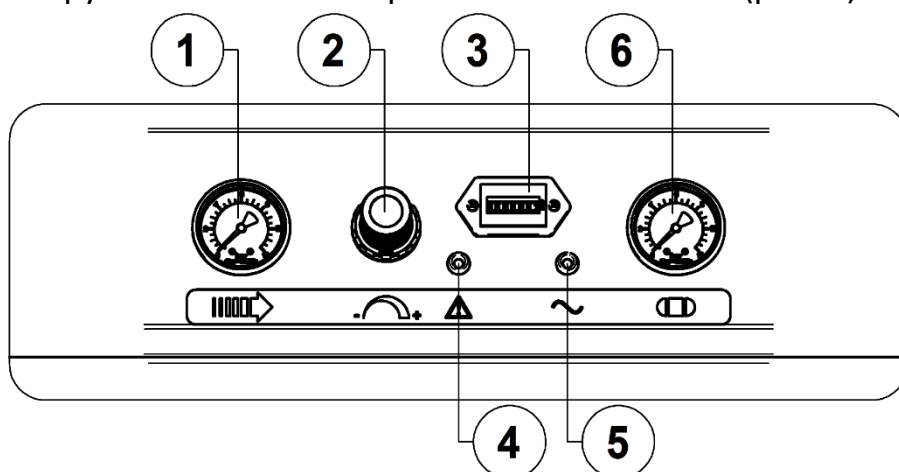
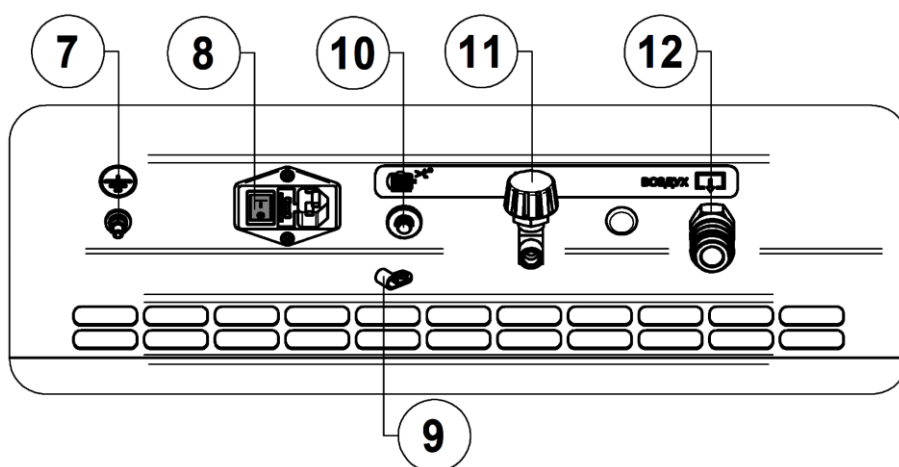

Рисунок 2 - Панель управления
Рисунок 3 - Задняя панель
6.4.1 Для подключения исполнительного устройства компрессор оснащен быстроразъемной муфтой **12** (выход сжатого воздуха) (рис. 3) в задней части корпуса.
6.5.5 Провод заземления подключите к винту заземления **7** (рис. 3) на задней панели компрессора. При наличии заземляющего контакта в электрической розетке, дополнительное заземление не требуется.
Подсоедините вилку питающего кабеля компрессора к электрической сети. Включите компрессор выключателем **8** (рис. 3). на задней панели. Для этого необходимо переключить выключатель в положение "I". Включенное состояние сигнализируется зелёной контрольной лампочкой **5** (рис. 2).
- Выключить компрессор выключателем **8** на задней панели. Для этого необходимо переключить выключатель в положение "0" (рис. 3). После этого остановится электродвигатель и произойдет сброс давления из нагнетательного воздухопровода и поршневого блока.
7.4.1 Настройка давления сжатого воздуха осуществляется регулятором давления **2** следующим образом (см. рисунок 2):
7.4.2 Компрессор оборудован устройством защиты от перегрузок. При нарушении питания электрической сети, а также при работе с ПВ более 60% возможно автоматическое срабатывание защиты двигателя, о чем сигнализирует красный индикатор **4** на панели управления (рис. 2).
- Переключите выключатель **8** (рис. 3) на задней панели в положение "0".